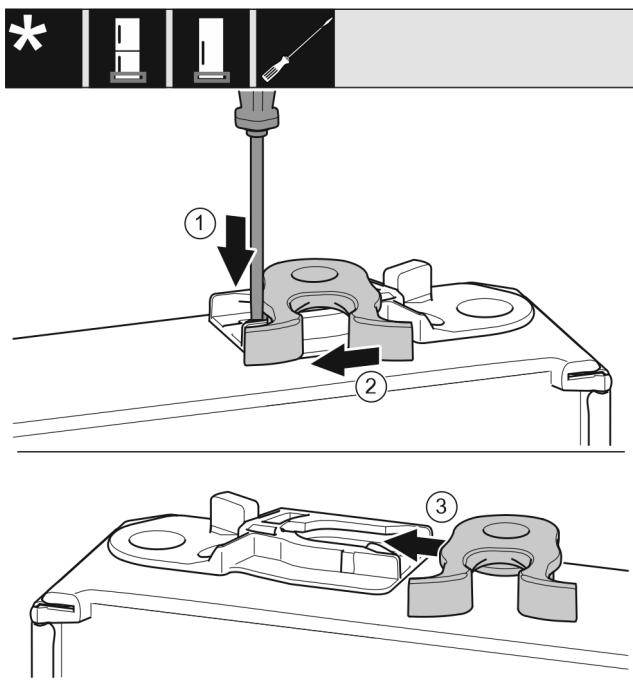

Fig. 18
- Plochým šroubovákom pripojiť lamelu dolu. Fig. 18 (1)
- Vytáhněte petlici z vedení. Fig. 18 (2)
- Petlici zasuňte do vedení na druhé straně. Fig. 18 (3)